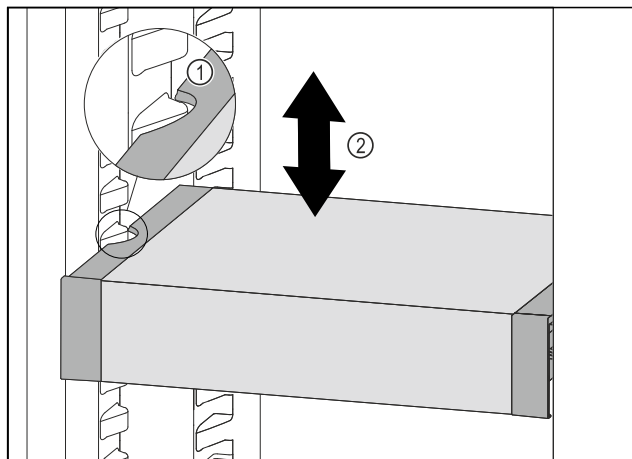

Fig. 98
- ▶ Húzza előrefelé a VarioSafe fiókot annyira, hogy a VarioSafe oldalsó kivágásai a hűtőrésszen a tartóborda magasságában legyenek. Fig. 98 (1)
- ▶ A hűtőrésszen a VarioSafe fiókot mozgassa felfelé vagy lefelé a kívánt magasság eléréséig. Fig. 98 (2)